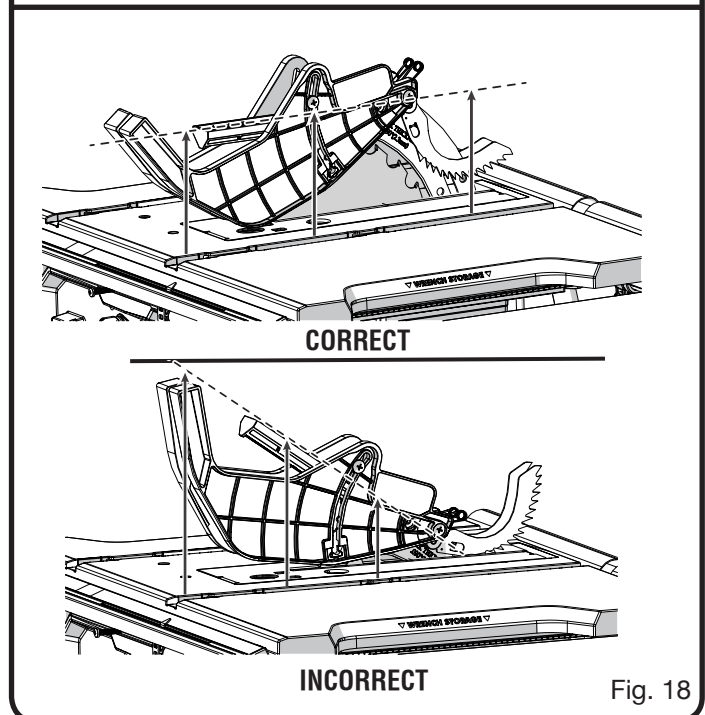

Fig. 18
- Avec le devant du protège-lame a élevé, abaisser le dos du garde dans le trou arrière le couteau diviseur comme illustré. Appuyer le devant du garde jusqu'à ce que **c'est parallèle à la table** (voir la figure 18). Si le protège-lame n'est pas parallèle la table, le couteau diviseur n'est pas dans « en haut » la position.